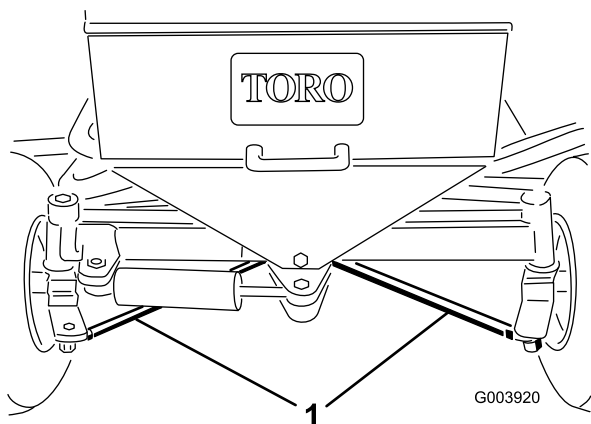

Figura 65
2. Afloje las contratueras de ambas bielas (Figura 65).